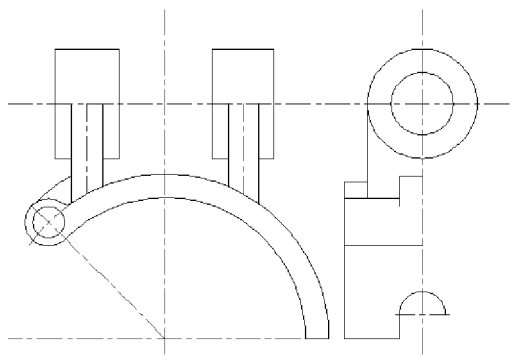

图 5-36 修剪轮廓线
② 单击【修改】工具栏 | 【修剪】按钮, 以圆弧 4 的最顶端所对应的左视图中的直线作为剪切边, 对直线 10 进行修剪。
③ 按空格键/回车键, 继续修剪操作, 以圆弧 2 与直线 8 作为剪切边, 对直线 5 与直线 6 进行修剪, 结果如图 5-36 所示。
(15) 在左视图中镜像直线